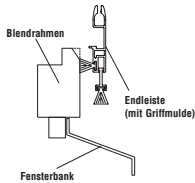
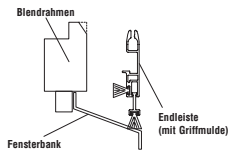
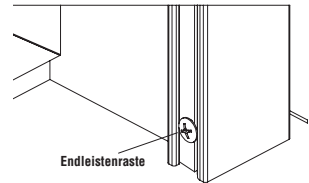

Bild 19
Bild 20
Bild 21
Schritt 1: Grundsätzlich wird die Endleiste mit der Endleistenraste im unteren Bereich so eingestellt, dass sie dichtschießend zum Blendrahmen (Bild 19) oder Fensterbank (Bild 20) abschließt. Die Endleistenraste ist in der Führungsschiene vormontiert (Bild 21) und muss, wie nachfolgend erläutert, in die endgültige Position gebracht werden.